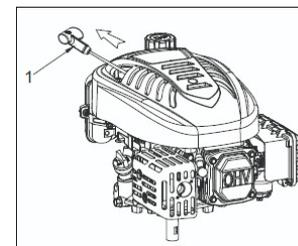

Fig.3
AVISO: Não permita que a alavanca do motor de arranque (1) se encoste contra o motor. Retorne delicadamente para evitar danos ao motor de arranque. (Fig.3)